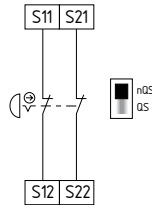

Fig. 10
**Circuit d'arrêt d'urgence à 2 canaux avec organes de commande selon EN ISO 13850 et EN 60947-5-5 (voir Fig. 10)**